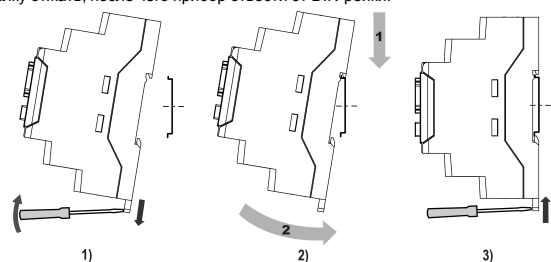

Рисунок 2 – Монтаж прибора
2. Вставив отвертку в проушину, оттянуть защелку (см. рисунок 2, 1). Прибор установить на DIN-рейку.
3. Прибор прижать к DIN-рейке (см. рисунок 2, 2, стрелки 1 и 2). Отверткой вернуть защелку в исходное положение.